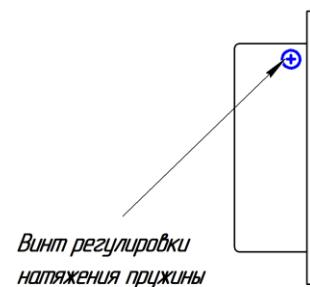

**Рис.3**
5.1. Для включения блокировки, при утопленном в корпус замка кулачке, повернуть ручку блокировки **против часовой стрелки** до упора .(Рис.3)
4.2. Для чёткой работы замка зазор между замком и запорной планкой при закрытой двери должен составлять 3-5мм (Рис.3). Засовы должны свободно входить в отверстия в запорной планке.